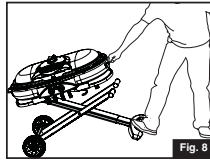

Fig. 8
- Posez un pied sur la poignée en plastique, saisissez la poignée en métal du grill et levez pour ouvrir le piètement. (Fig. 8)